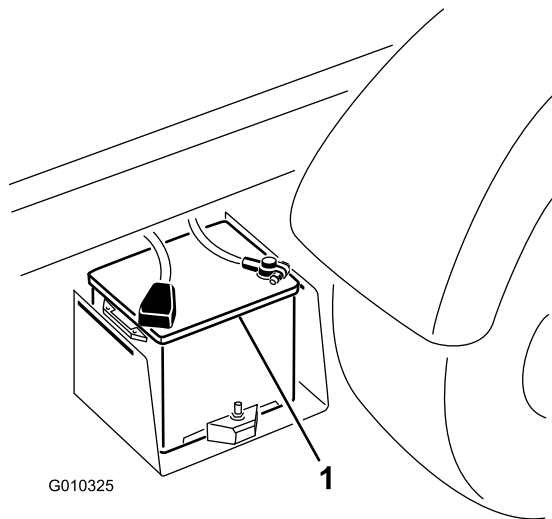

図 48
2. 2 台のバッテリーのプラス（+）端子同士をブースタケーブルでつなぐ（図 48）。端子を必ず確認すること； バッテリーカバーの「+」の印で確認できることが多い。